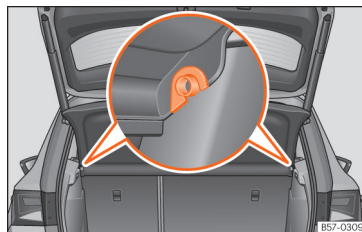

Fig. 168 În portbagaj: demontarea și montarea raftului depozitare spate.
- Scoateți copertina portbagajului din suporturile laterale » **fig. 168** trăgând în sus și în afară.
- Introduceți copertina orizontal, astfel încât „orificiile” să intre în axele suporturilor » **fig. 168** și apăsați până se fixează.